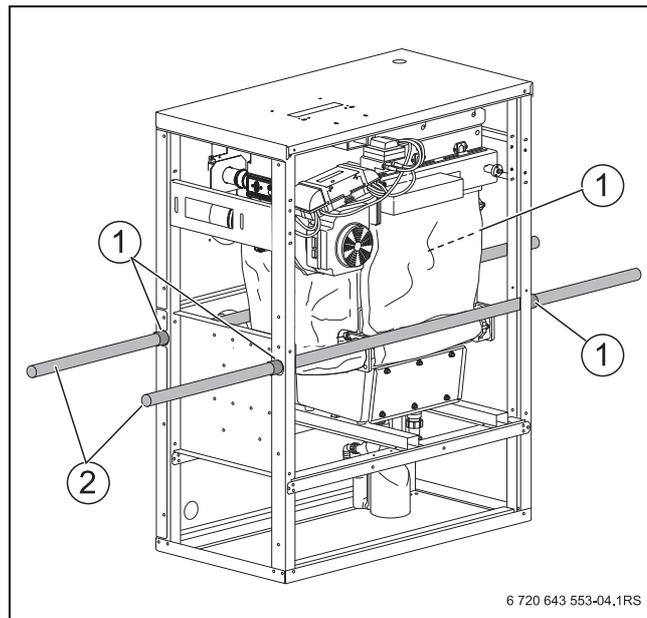

Рис. 5 Перенос котла на трубах
- Чтобы котёл не смещался по трубам, их нужно обмотать скотчем в указанных на рис. 5 местах [1].